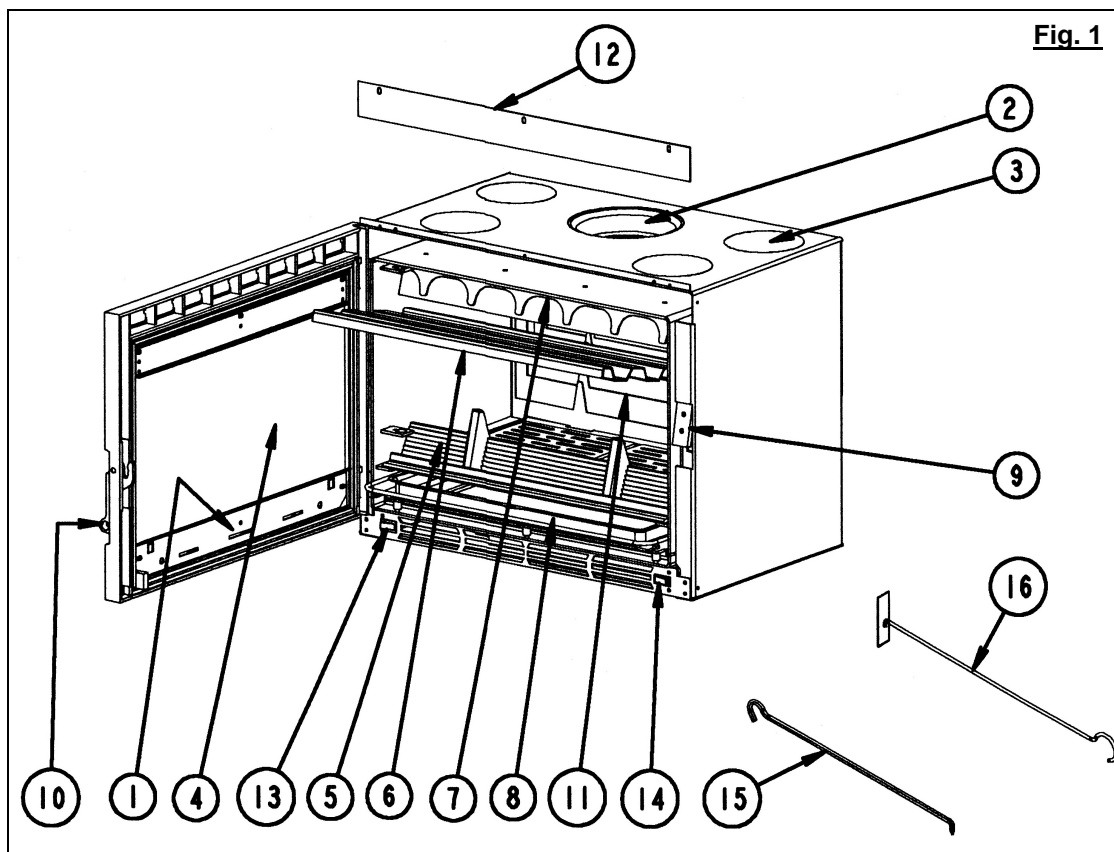

Fig. 1
6.2 - Elektrisch plan (Afb. 1, Afb. 11)